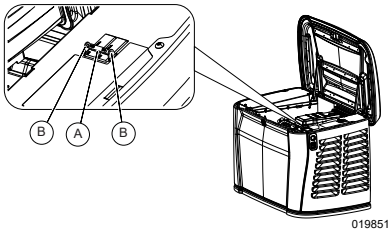

Figura 3-4. Disyuntor de la línea principal (MLCB)
Consulte la Figura 3-4. Este es un disyuntor de la línea principal (MLCB) de 2 polos (desconexión del generador) (A) con clasificación de acuerdo con las especificaciones correspondientes.